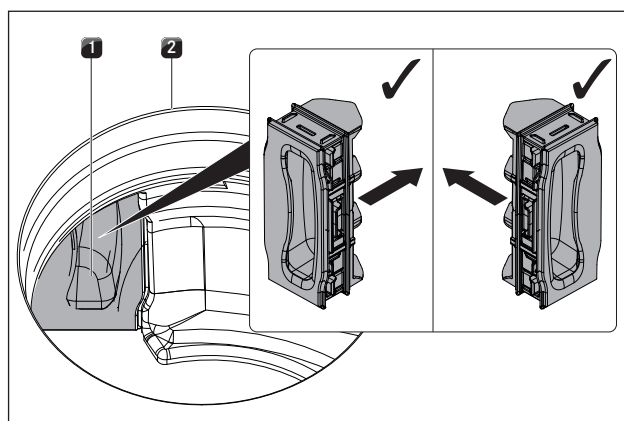

Fig. 8.10 Indsætning af filterudskiftningsklappen
- ▶ Tryk filterudskiftningsklappen ind på indersiden af indstrømningsåbningen så langt som muligt, til den rører ved åbningen i filterhuset (Indsætning af filterudskiftningsklappen, se fig. 8.10).